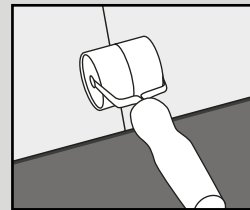
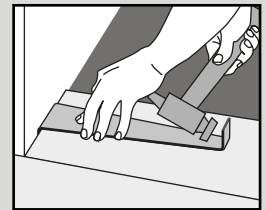

Fig. 4
Fig. 5
5. Continúe instalando tablonces a lo largo de la sala hasta completar la fila ayudándose de un rodillo de mano. (fig. 4) Solo si fuera necesario, utilice una maza de goma y un recorte del producto para golpear con suavidad y que encaje. Puede utilizar una palanca para encajar el producto en los bordes del perímetro de la sala (fig. 5).